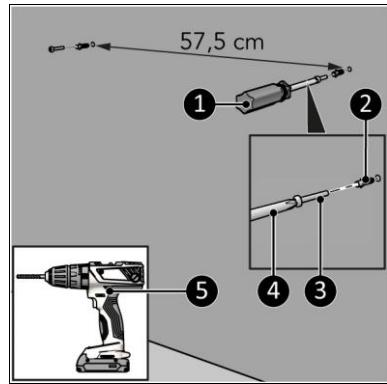
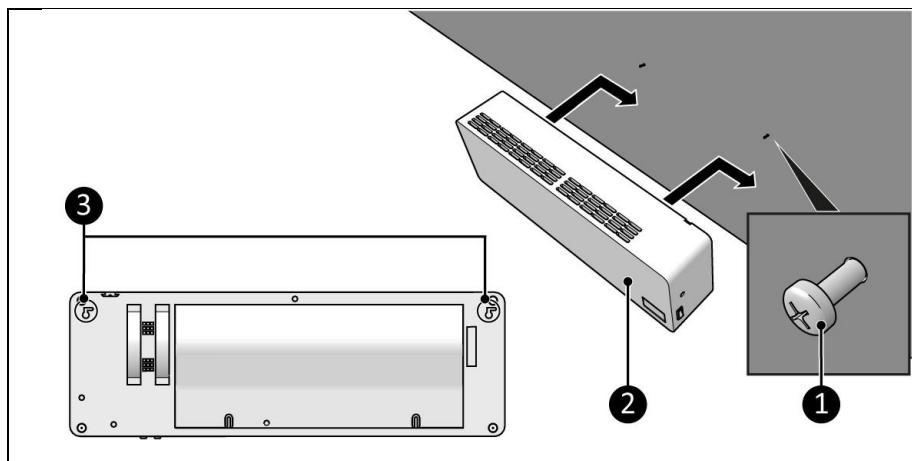

Figure 7
Figure 8
- Insérez les chevilles (figure 7, pos. 2) et les vis (figure 7, pos. 3).
- Vissez-les jusqu'à 10 mm du mur avec un tournevis Phillips (figure 7, pos. 1).
- Placez l'appareil avec les trous de montage (figure 8, pos. 3) sur les vis (figure 7, pos. 1).
- Faites glisser l'appareil (figure 8, pos. 2) vers le bas et vers la droite.
- Vérifiez que le chauffage est bien fixé. Si nécessaire, serrez les vis (figure 7, pos. 2) plus profondément dans le mur.